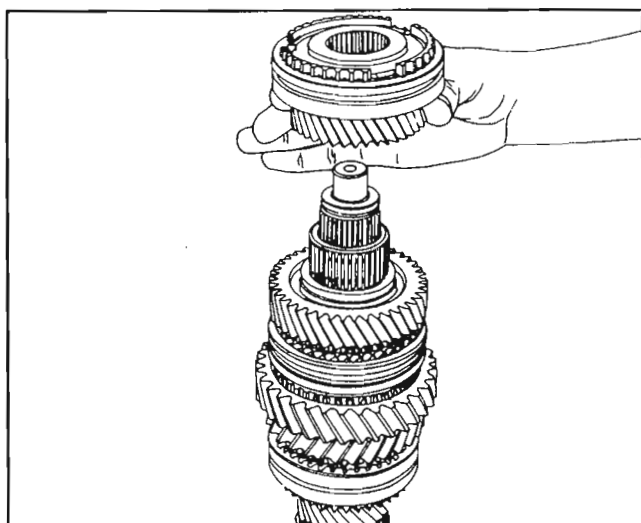

Fig. 32
Saque el piñón de la 3ª velocidad (23) junto con el desplazable de 3ª/4ª y el piñón de engrane de la 3ª/4ª (22). *Fig. 32*